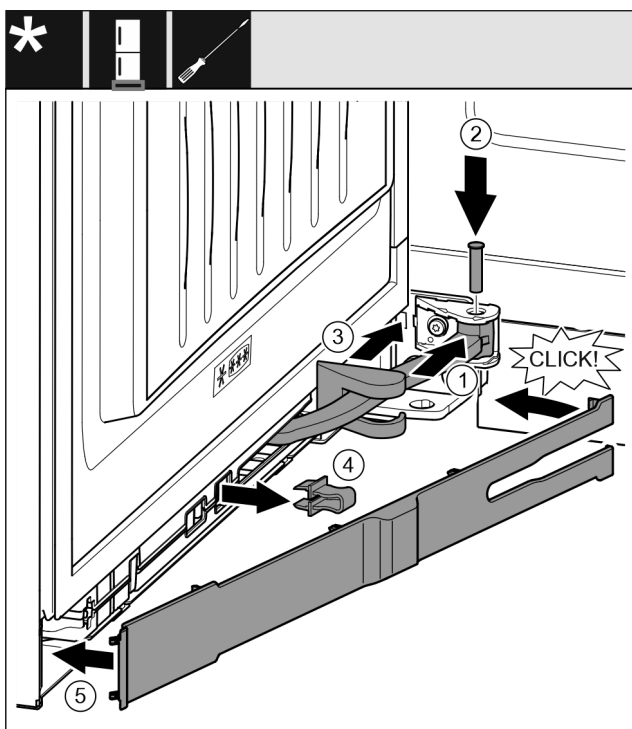

Fig. 43
- ▶ Tourner la jointure Fig. 43 (1) dans la fixation.
- ▶ Insérer l'axe Fig. 43 (2) dans la fixation et la jointure avec un tournevis. Veiller à ce que l'ergot soit bien en place dans la rainure.
- ▶ Faire glisser le cache du support de palier Fig. 43 (3) le long de la jointure et le monter au-dessus de la fixation.
- ▶ Retirer la fixation Fig. 43 (4).
- ▶ Placer le cache Fig. 43 (5) côté poignée et le faire basculer vers l'intérieur.